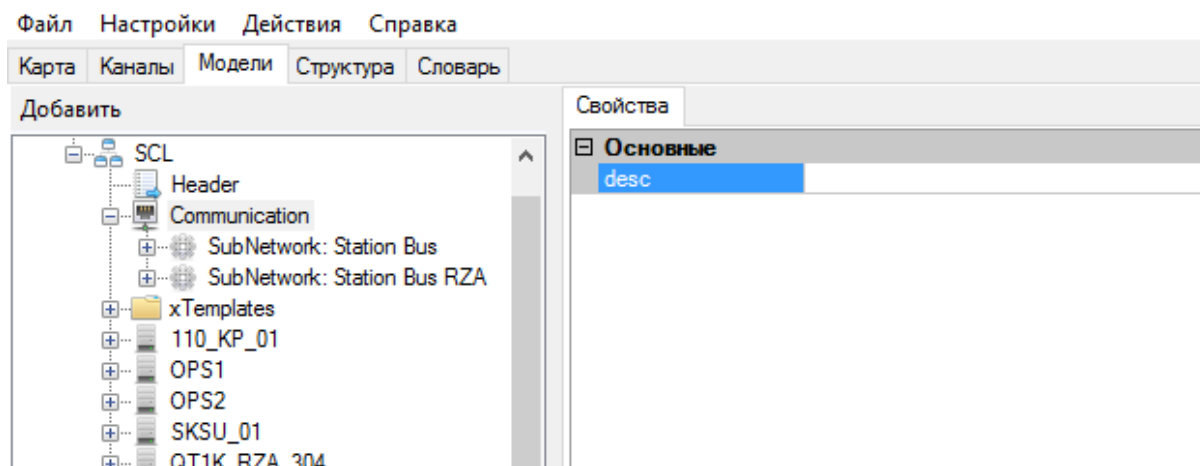

Рисунок 253. Объектная модель. Секция «Communication»
Секция «Communication» (см. Рисунок 253) описывает возможности прямых коммуникационных соединений между логическими узлами (LN) посредством логических шин (SubNetworks) и точек доступа IED-устройств.